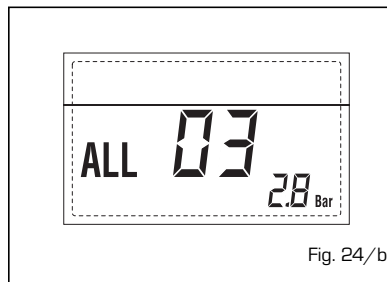

Fig. 24/b
- **ANOMALÍA Sonda CALEFACCIÓN "AL 05"** (fig. 24/d)